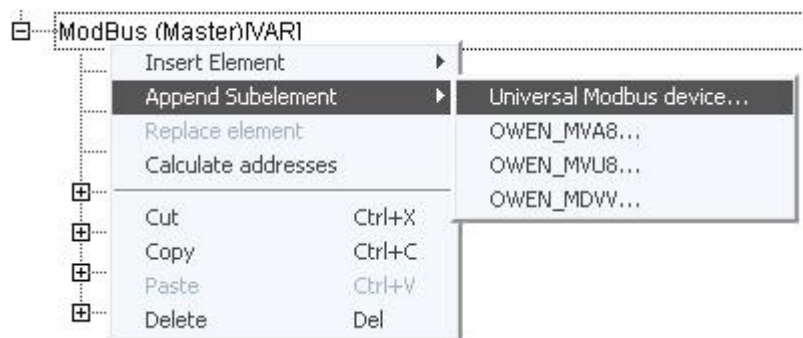

Рис. 8.1
8. Если вам неудобно работать с готовым шаблоном опроса модуля МДВВ, описанном в предыдущем пункте, вы можете самостоятельно настроить список и формат отправляемых и получаемых от МДВВ данных. Для этого нажмите правой кнопкой мыши на пункте *ModBus (Master)*. В появившемся контекстном меню выберите пункт *Append Subelement*, а затем модуль *Universal Modbus device* (рис. 8.1).